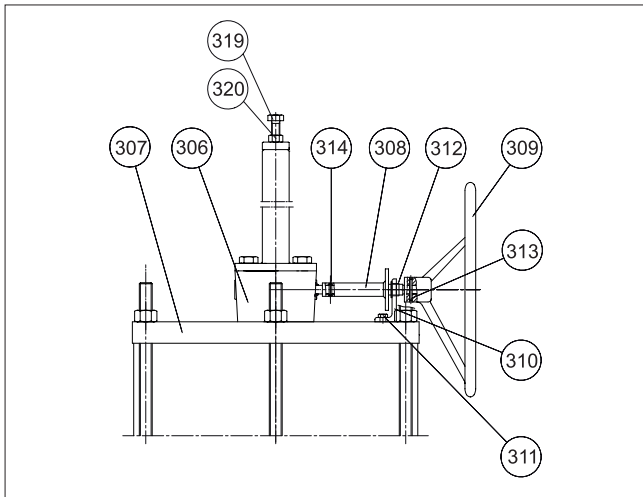

Fig. 27 Actionneur B1JRR
L'actionneur B1JRR est identique au B1J à ceci près qu'il peut être manœuvré manuellement de manière à amener le piston à la position inférieure contre le ressort en cas d'absence d'alimentation pneumatique. Tourner la poignée dans le sens horaire pour fermer la vanne. Un actionneur B1J peut être transformé en actionneur B1JRR par remplacement du chapeau (44) du cylindre et adjonction des pièces (306 à 320), (cf. Figure 27).
Nomenclature de la figure 27 :